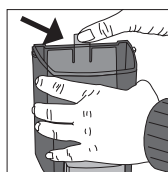

figura 4
1. Retire la tapa (vea la página 1). Empuje el pestillo hacia afuera y desprenda el dispensador de la placa posterior. (vea la figura 4)